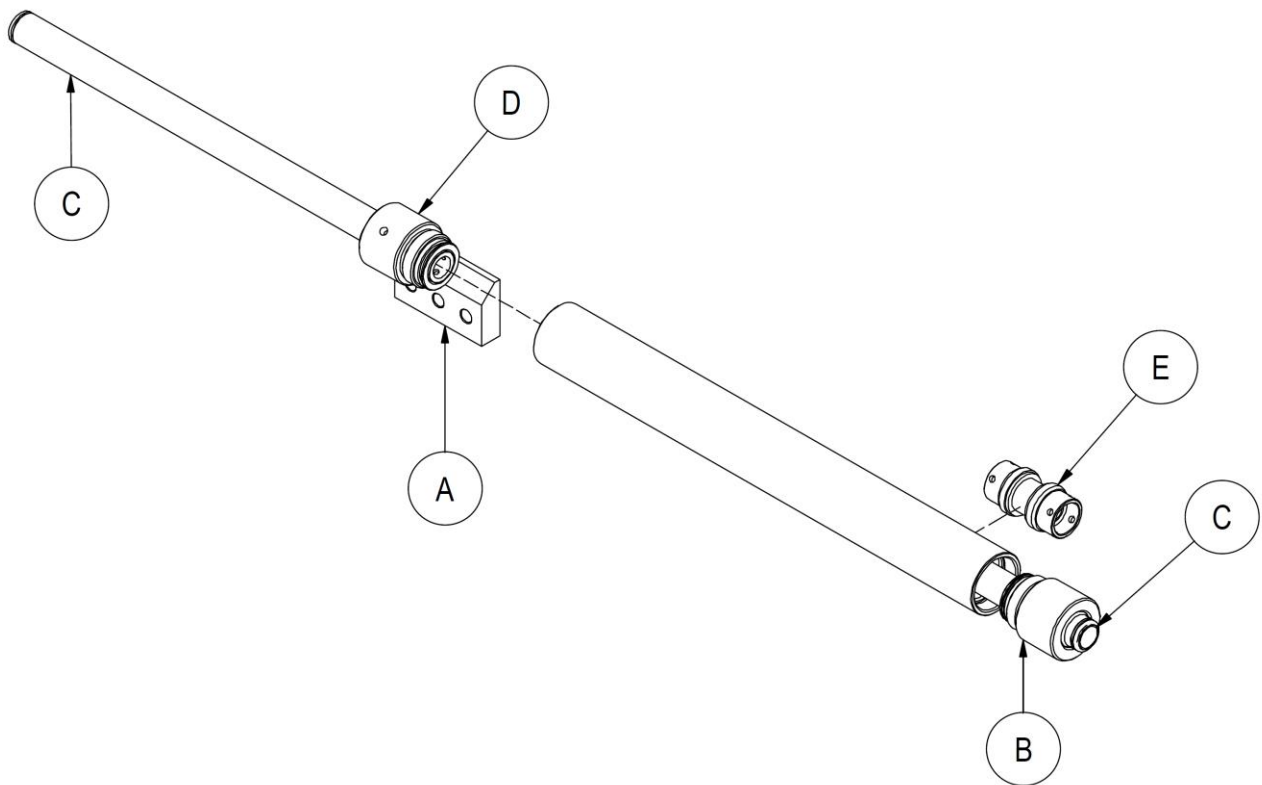

Figura 29
1. Sujete el platillo **A** en un tornillo de banco (mira *Figura 29*).
2. Con una llave de sector 35-50 desatornilla el tapón **B**. Para quitar el tapón del vástago, quítela del extremo **C** (mira *Figura 29*).
3. Bloquear el cilindro en un tornillo de banco con mordazas blandas (teniendo cuidado de no deformar el revestimiento) y con la ayuda de una llave a sector 35-50 desenroscar el tapón **D**. En caso de dificultad, utilizar un martillo de goma en la placa **A** (mira *Figura 29*).
4. Para quitar la válvula interna **E**, utilizar simplemente un vástago para empujarla hacia afuera. Preste atención a la dirección de la válvula para el montaje posterior (mira *Figura 29*).
Para reemplazar la juntas internas del tapón (sello de vástago y anillo raspador), tenga cuidado de no dañar el asiento de inserción. Utilice un destornillador de cabeza plana que opere desde el exterior (cerca del extremo **C**, mira *Figura 29*).
1. Consulte la *Figura 29*.